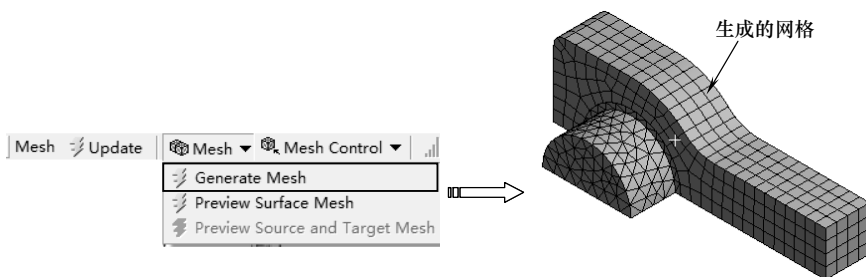

图 8-53 生成网格
2) 在【Outline（分析树）】中选择【Mesh】节点，单击【Mesh】工具栏上的【Mesh（网格）】|【Generate Mesh（生成网格）】命令，将弹出网格生成进度条，表明正在划分网格。当网格划分完成后，进度条自动消失，最终生成效果如图 8-53 所示。